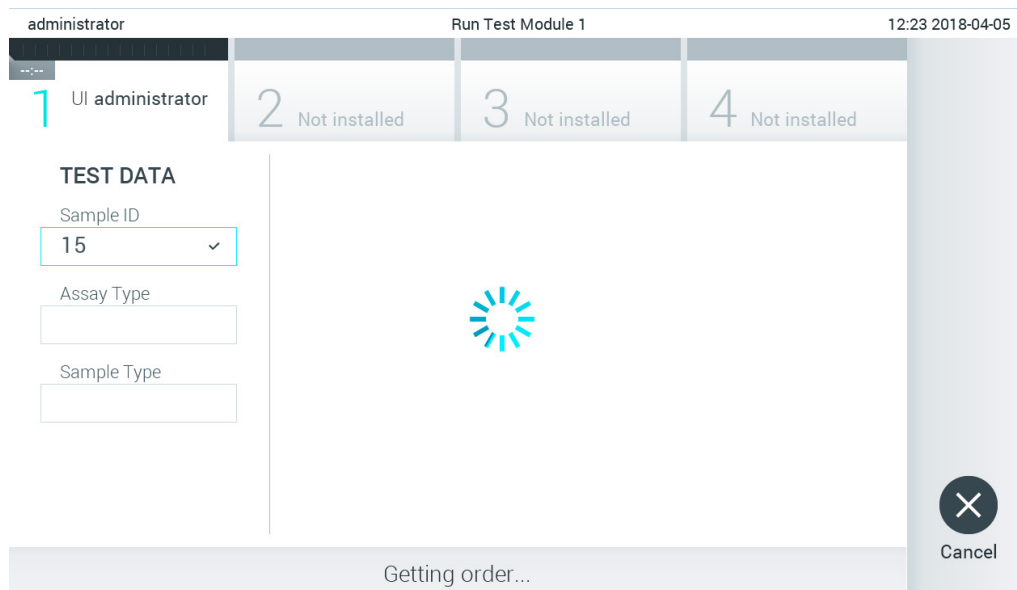

Figura 76. Exibição durante a recuperação do pedido de teste.
3. O ID da amostra será enviada para o host, enquanto o QIAstat-Dx Analyzer 1.0 aguarda o pedido de teste; a mensagem "Getting order..." (Obtendo pedido...) será exibida (Figura 76).